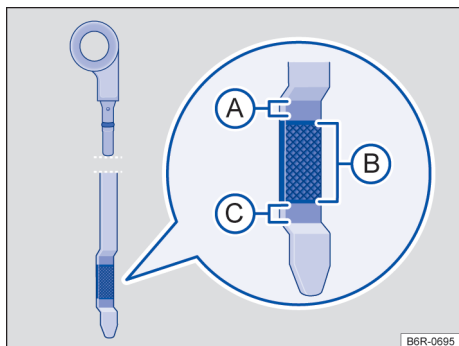
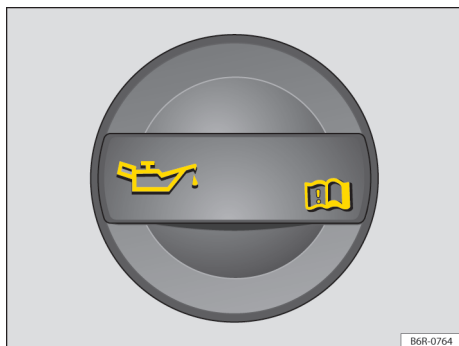

Fig. 149 Vareta de medição do óleo com marcas de nível do óleo do motor.
Fig. 150 No compartimento do motor: tampa da abertura para enchimento de óleo do motor.
Em caso de alta demanda do motor, o nível do óleo do motor deve estar o mais próximo possível da área → Fig. 149 **A** – sem ultrapassar, como, por exemplo, em longas conduções em estrada durante o verão ou durante travessias de montanhas.
Legenda para → Fig. 149:
4. Identificar a abertura para enchimento de óleo do motor e a vareta de medição do óleo. A abertura para enchimento do óleo do motor é identificada pelo símbolo na tampa → Fig. 150 e pela vareta de medição do óleo com a alça colorida. Se não estiver claro onde a tampa e a vareta de medição do óleo se encontram, procurar uma Concessionária Volkswagen ou uma empresa especializada.
5. Retirar a vareta de medição do óleo do tubo-guia e limpar com um pano limpo → ①.
7. Retirar novamente a vareta de medição do óleo e ler o nível do óleo do motor na vareta de medição → Fig. 149 da seguinte maneira:
- Ⓐ: não completar o óleo → ①. Continuar com a etapa 15.
9. Desrosquear a tampa do bocal de enchimento de óleo do motor → Fig. 150.
12. Verificar novamente o nível do óleo do motor na vareta de medição do óleo antes de reabastecer mais uma pequena quantidade de óleo do motor. Nunca reabastecer com óleo do motor em excesso → ①.
13. No final do processo de abastecimento do óleo, o nível do óleo do motor deve estar, ao menos, no meio da área → Fig. 149 ②, mas jamais acima da área ③ → ①.
① NOTA
- Não ligar o motor se o nível do óleo do motor estiver acima da área → Fig. 149 ③. Procurar uma Concessionária Volkswagen ou uma empresa especializada. Caso contrário, o catalisador e o motor podem ser danificados!
O nível do óleo do motor não deve em nenhuma hipótese ultrapassar a área → Fig. 149 ③. Com o nível acima dessa área, o óleo pode ser aspirado pela ventilação do cárter, sendo lançado na atmosfera pelo sistema de escape. Além disso, o óleo pode ser queimado dentro do catalisador, danificando-o.